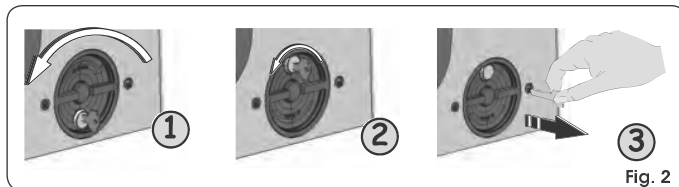

Fig. 2
1. Ruotare il sistema di sblocco in senso antiorario di circa 180°, come indicato in Fig. 2 rif. ①.
2. Ruotare la chiave in senso antiorario, Fig. 2 rif. ②, ed estrarla dalla serratura, come indicato in Fig. 2 rif. ③.